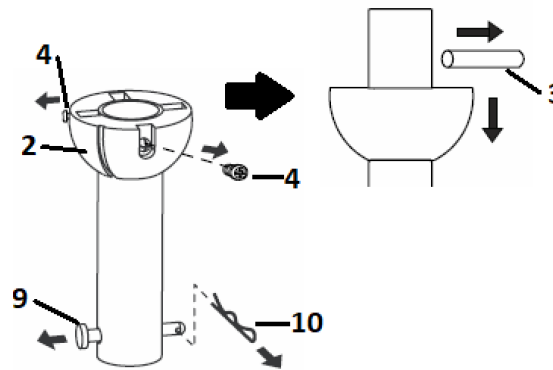

Fig. 4.1
1. Quite la junta esférica (2) y el pasador (3) aflojando el juego de tornillos de fijación (4) del tubo colgante (6). Retire el pasador de horquilla (9) quitándole la chaveta (10) (Fig. 4.1). **NOTA: No se deshaga de estas piezas, dado que se requerirán para volver a montarlas posteriormente.**